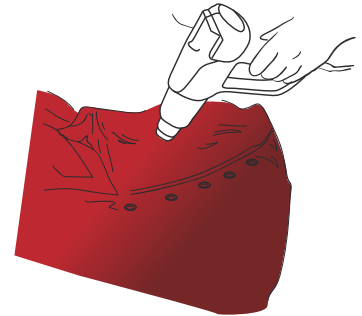

Abbildung 19
- › Erhitzen Sie dann erneut jede Niete auf 80 °C bis 90 °C. (Abb. 19)